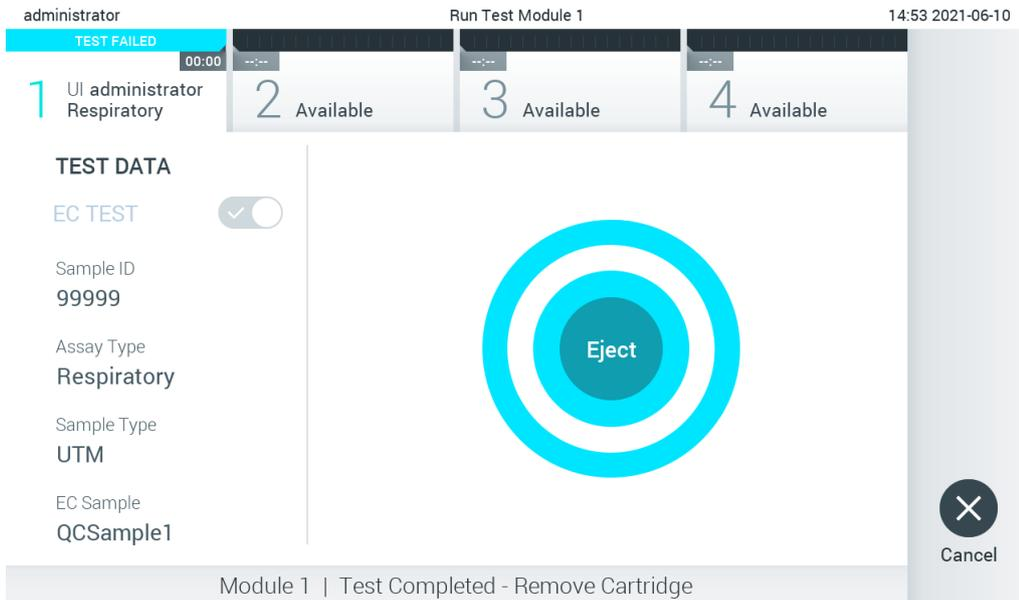

図 95.イジェクト画面表示。
11. 検査が完了すると、Eject (イジェクト) 画面が表示されます (図 95、次のページ)。タッチスクリーン上の  Eject (イジェクト) を押して、QIAstat-Dx アッセイカートリッジを取り出し、国、州、現地の健康と安全に関するすべての法規制に従って、バイオハザード廃棄物として処分します。